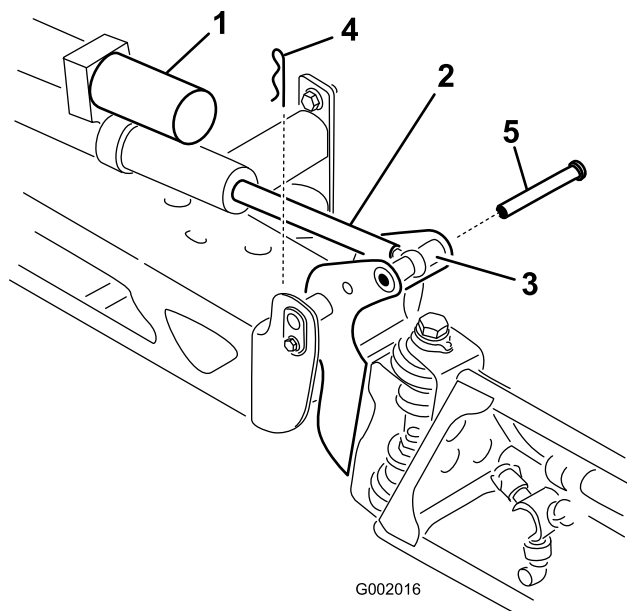

Figura 34
2. Retire o contrapino do pino de articulação (Figura 34).
3. Levante a rampa e retire o pino (Figura 34). Faça descer lentamente a rampa até ao limite.
6. Levante a rampa para alinhar a articulação com a barra do accionador. Enquanto segura na rampa, insira o pino através tanto da articulação da rampa como da barra do accionador (Figura 34).